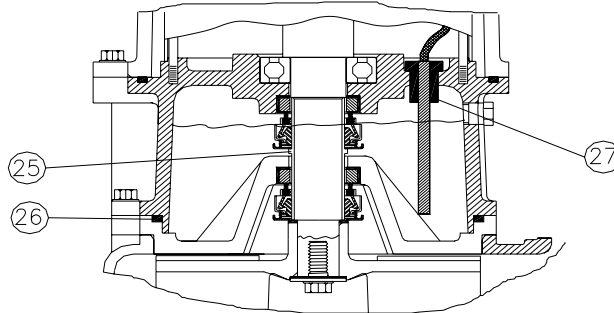

Fig. 3. ↑ Esquema del sistema de protección constituido por dos sellos mecánicos.
Sistema de doble sello: consiste en un sensor de humedad (14) y dos sellos mecánicos (7,8) tipo STD 21 (carbón contra cerámica), designados superior e inferior respectivamente, alojados en la cámara de sellado (16), ver la Fig. 3.